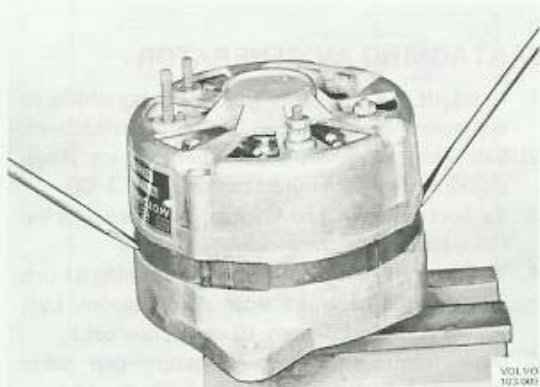

Bild 3-31. Isärtagning av generator
7. Demontera rotorn och främre lagerskölden med hjälp av två skruvmejslar som sticks in i två uttag mellan statorn och främre lagerskölden, bild. 3-31.